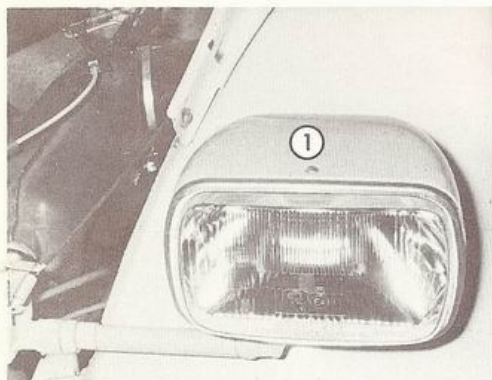

Fig. 41 - Proiettori
- Inserire le linguette (Rif. 1 e 2) nei bottoni in plastica bianchi (Rif. 3 e 4), e facendo perno su di esse richiudere il proiettore stringendo la vite (Fig. 41).